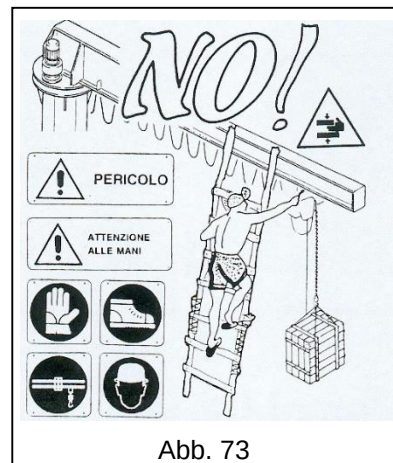

Abb. 73
- **STETS** geeignete Arbeitskleidung gemäß den Vorschriften zur Sicherheit am Arbeitsplatz tragen (Abb. 73).